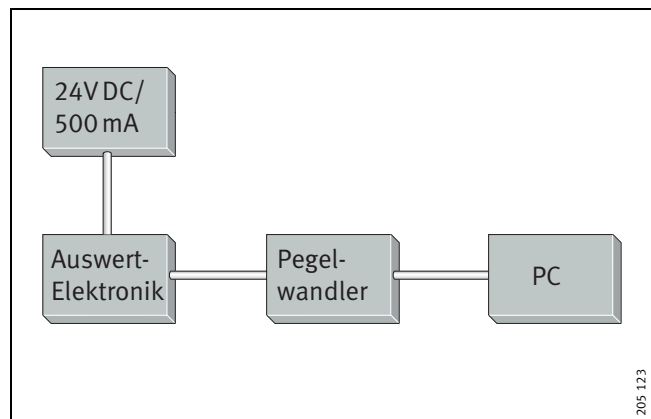

Bild 20 · Blockschaltbild Programmierung
- Komponenten gemäß Bild 20 verbinden